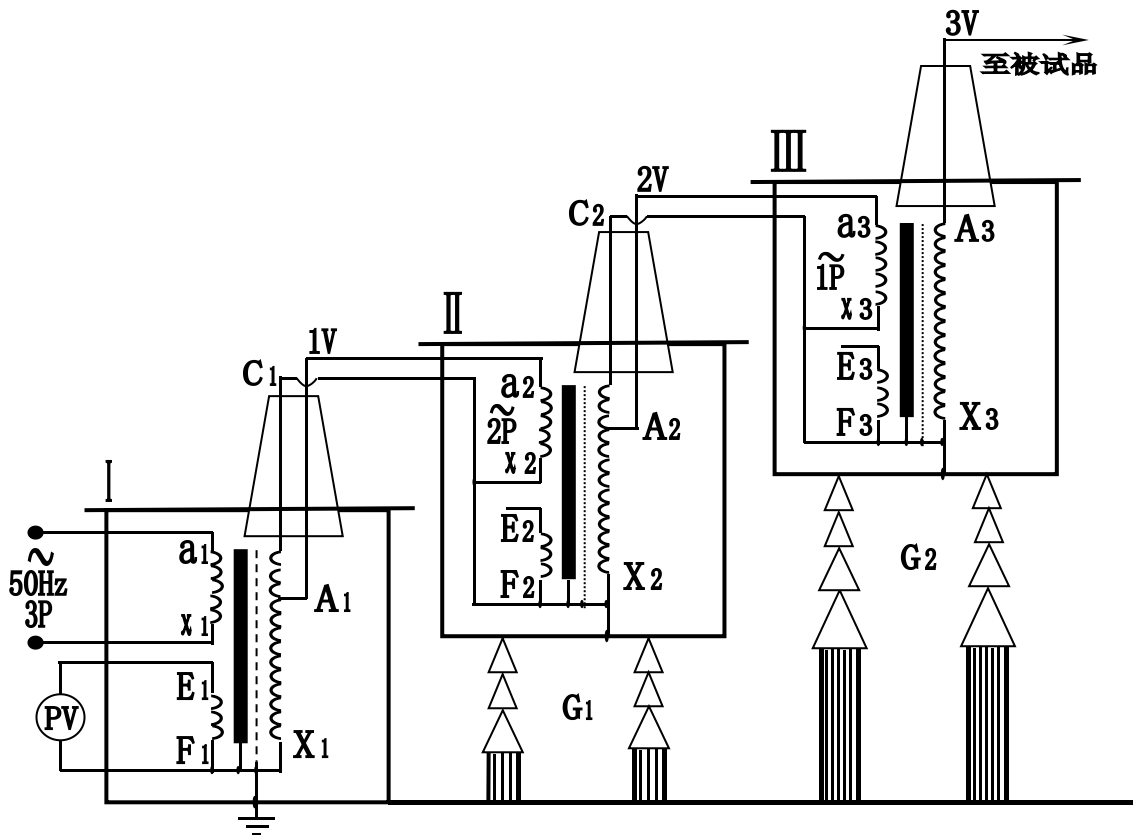

图 5：三台耐压试验装置串级接线原理图
3、三台耐压试验装置串级获得更高电压的接线原理见图 5。
轻，便于运输和安装。它既然可串接成高出几倍的单台耐压试验装置输出电压组合使用，又可分开成几套单台耐压试验装置单独使用。整套装置投资小，经济实惠。图 5 中，在第一级和第二级的每个单元耐压试验装置中都有一个励磁绕组 A_1 、 C_1 和 A_2 、 C_2 。在三台串级耐压试验装置基本原理中，低压电源加在耐压试验装置 I 的初级绕组 a_1x_1 上，单台耐压试验装置 I、II、III 的输出电压都是 V 。励磁绕组 A_1 、 C_1 给第二级耐压试验装置 II 的初级绕组供电；第二级耐压试验装置 II 的励磁绕组 A_2 、 C_2 给第三级耐压试验装置 III 的初级绕组供电。第二级耐压试验装置 II 和第三级耐压试验装置 III 的箱体分别处在对地为 $1V$ 和 $2V$ 的高电位上，所以箱体对地是绝缘的，耐压试验装置 I 的箱体是接地的。这样第一级、第二级、第三级耐压试验装置对地的额定输出电压分别为 $1V$ 、 $2V$ 、 $3V$ ；其额定容量分别为 $3P$ 、 $2P$ 、 $1P$ 。